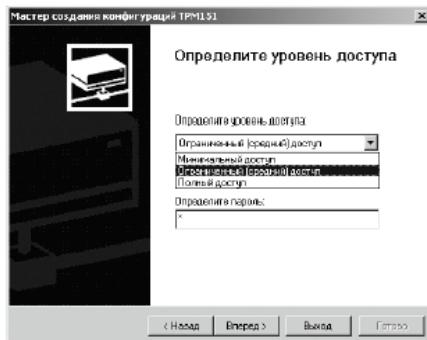
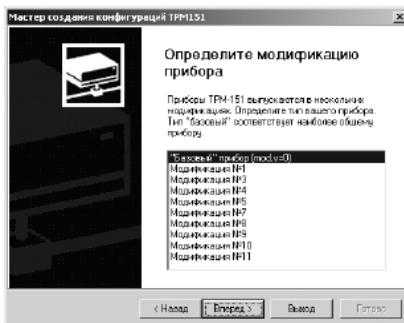

Рисунок 8.2
Рисунок 8.3
**Если модификация успешно считана**, на экране сразу появится окно с приглашением выбрать уровень доступа (см. рисунок 8.2).
**Если модификацию считать не удается**, появится соответствующее сообщение. Нажмите [OK] – открывается окно с приглашением выбрать модификацию прибора из списка (рисунок 8.3). Выберите модификацию Вашего прибора («Модификация № 5»). Нажмите клавишу [Вперед] – откроется окно с приглашением выбрать уровень доступа (рисунок 8.2). Переходите к п. 4.